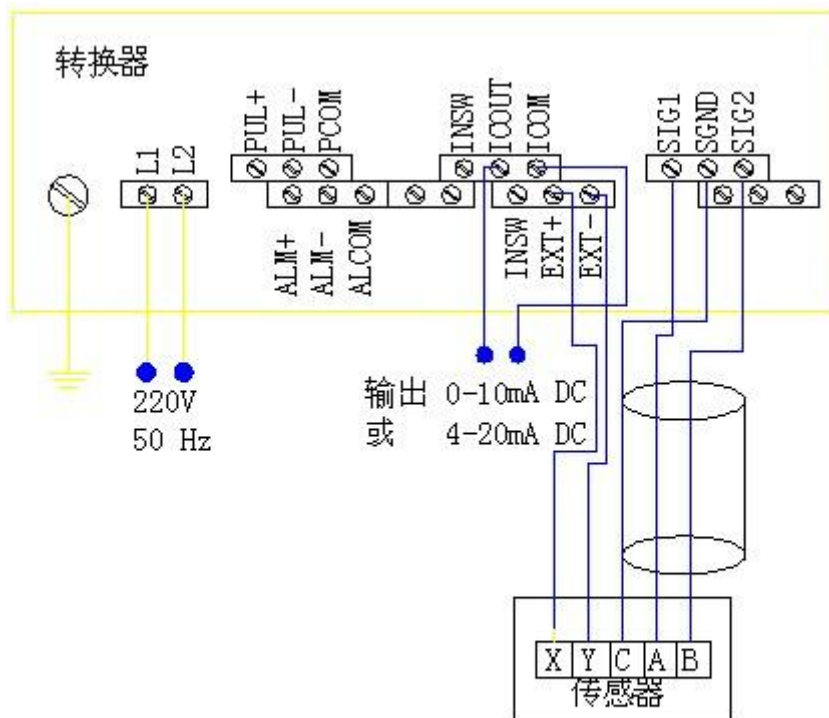

图4 接线图
④本厂不负责转换器供电电源线和输出电流与频率电缆线。由于这两种电缆要求的负载电流仅仅几十到几百个毫安，而且传输距离与现场到控制室距离有关，所以用户可根据实际需要自行准备电源和输出信号电缆。
⑤按图 4 所示转换器和传感器端子标示符一一对应接好线。